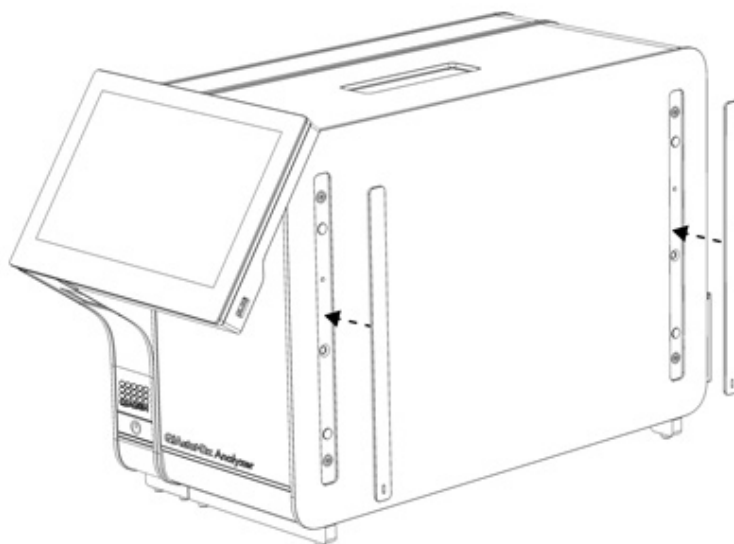

図7.保護カバーを再度取り付ける。
4. 解析モジュールの側面に保護カバーを再度取り付けます（図7）。